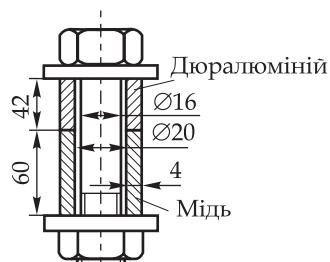

Рис. 2.13
**2.26.** Дві трубки, мідна і дюралюмінієва, стягнуті болтом за допомогою масивних шайб (рис. 2.13). В результаті затягування сумарна довжина трубок зменшилася на 0,02 мм. Визначити напруження в стрижні болта після затягування. Модуль пружності міді  $E_m = 1 \times 10^5$  МПа, дюралюмінію  $E_d = 0,7 \cdot 10^5$  МПа.